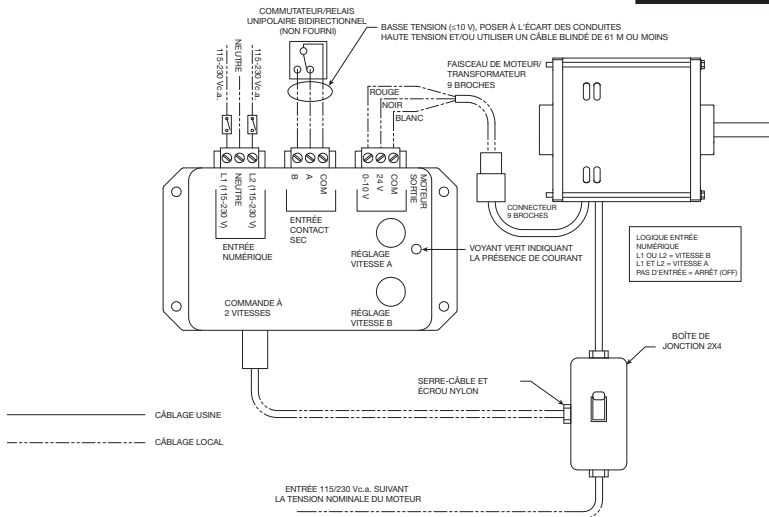

Figure 7 — Commande à 2 vitesses
2. Tirer un câble de commande à 3 fils entre le dispositif de commande d'un fabricant tiers et le transformateur monté sur le ventilateur. La distance maximale entre le ventilateur et le dispositif de commande est de 30,5 mètres. Raccorder à l'entrée de contact sec ou à l'entrée numérique. Voir le schéma de câblage à la Figure 7.